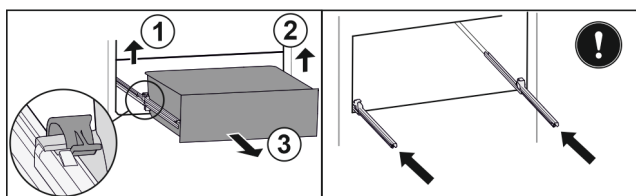

Fig. 110
- ▶ Podnieść lewy zacisk i wysunąć jednocześnie szufladę po lewej do przodu. Fig. 110 (1)
- ▶ Podnieść prawy zacisk i wysunąć jednocześnie szufladę po prawej do przodu. Fig. 110 (2)
- ▶ Wyjąć szufladę do przodu. Fig. 110 (3)